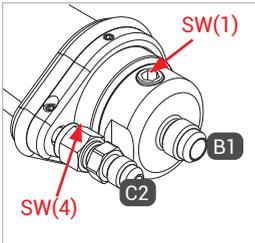
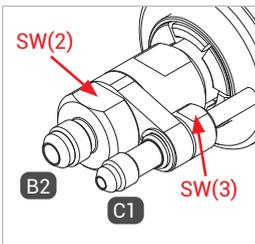

Abbildung 1
Abbildung 2
- ▶ Halten Sie beim Montieren des Füll- und Rückführschlauchs, der Medienleitung und der Gasrückführung an die Anschlüsse „B1“, „B2“, „C1“ und „C2“ an den Schlüssel­flächen SW(1), SW(2), SW(3) und SW(4) (Abbildung 1 und Abbildung 2) mit einem Gabelschlüssel gegen.
- ▶ Verschrauben Sie die Betriebsmedienzuleitung „B1“ druckdicht mit dem Füllschlauch der Tankstelle (Abbildung 1).
- ▶ Verschrauben Sie, falls vorhanden, die Gasrückführung „C2“ druckdicht mit dem Rückführschlauch der Tankstelle (Abbildung 1).
- ▶ Verschrauben Sie die Betriebsmedienableitung „B2“ druckdicht mit dem Anschluss des Füllschlauches (Abbildung 2).
- ▶ Verschrauben Sie, falls vorhanden, die Gasrückführung „C2“ druckdicht mit dem Anschluss des Rückführschlauches (Abbildung 2).